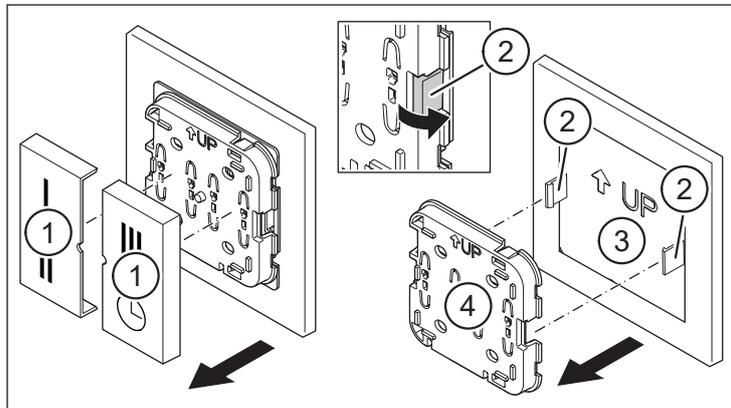

Abb. 2: Taster und Elektronikeinheit abziehen
- ▶ Ziehen Sie die beiden Taster (Pos. 1 in Abb. 2) ab.
- ▶ Drücken Sie die beiden Rasthaken (Pos. 2 in Abb. 2) nach außen und nehmen Sie die Elektronikeinheit (Pos. 4 in Abb. 2) von der Montageplatte (Pos. 3 in Abb. 2) ab.
- ▶ Ziehen Sie die beiden Taster (Pos. 1 in Abb. 2) vom Funktaster ab.